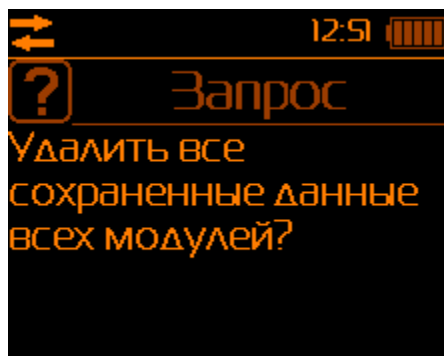

Рис.30 – Запрос подтверждения на полное удаление результатов измерений
2.7.7. Полная очистка памяти блока отображения информации осуществляется выбором пункта «Полная очистка» Системного меню». В этом режиме происходит полное удаление всех результатов измерений, сохранённых в памяти блока отображения информации (по всем параметрам, не только по температуре, влажности, скорости воздуха и дополнительным параметрам микроклимата). Для предотвращения нежелательной потери результатов, БОИ-01 выводит запрос на подтверждение полной очистки памяти результатов (Рис.30).